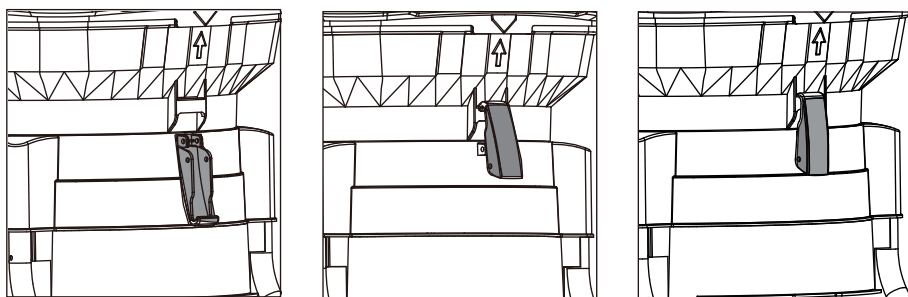

Fig. 7
- Fixez l'unité de trémie à l'aide des deux loquets situés de chaque côté du boîtier du moteur (Fig. 7).